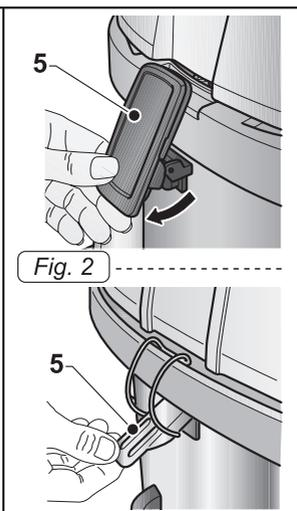
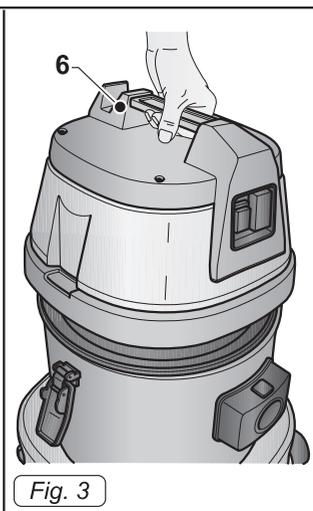

Fig. 2
Fig. 3
- Открыть защелки (5 Рис. 2) и снять крышку (6 Рис. 3) вместе с двигателем.
- Снова установить крышку, зафиксировав ее с помощью защелок (5 Рис. 2).